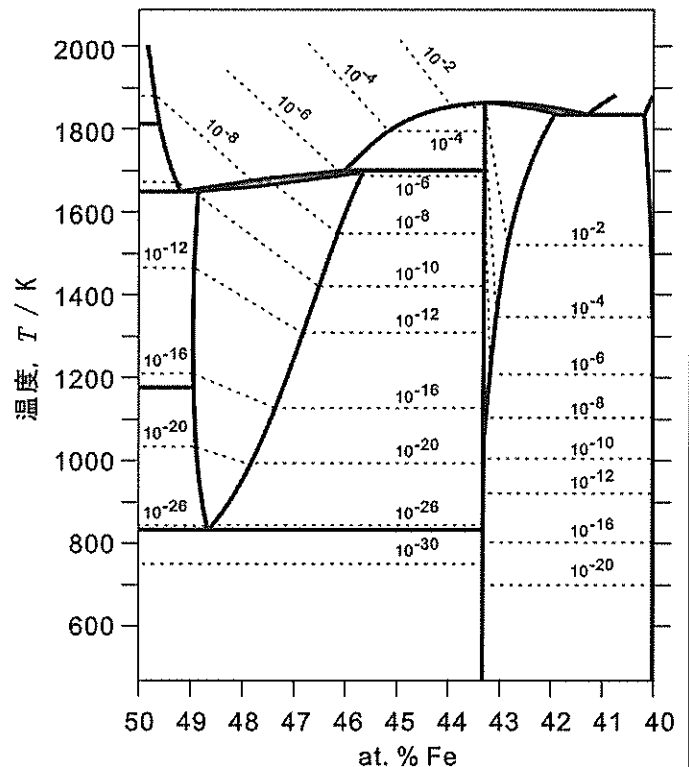

図 2 Fe-O 系の部分状態図. 等酸素分圧線が atm の単位でプロットされている.
(3) 図 1(c)のように, 電気炉 A の前段に温度 1000 K に保った別の電気炉 B を設置し, 電気炉 B に  $\text{Fe}_3\text{O}_4$  と  $\text{Fe}_2\text{O}_3$  の混合物を設置した. 電気炉 A には何も入っておらず温度は室温である. また, ポンペを純 Ar ガスに交換し, 電気炉内の全圧が 1 atm となるように調整してガスを流通させた. 図 2 に示す等酸素分圧図を参考に電気炉 A 内のおおよその酸素分圧を答えよ.
(4) 設問(3)で考えたように  $\text{Fe}_3\text{O}_4$  と  $\text{Fe}_2\text{O}_3$  の混合物を設置した電気炉 B の温度を 1000 K に保ったまま, 電気炉 A に少量の純 Fe を設置し, 電気炉 A を 1500 K に昇温した. この純 Fe はどのように変化するか答えよ.
(5) 圧力 1 atm の完全気体の酸素と純粋な  $\alpha$  Fe を標準状態とする 1 モルの  $\text{Fe}_2\text{O}_3$  の標準生成ギブズエネルギーが 0 ~ 950 K において以下の一次関数形で与えられる. 同じ標準状態の 700 K における 1 モルの  $\text{Fe}_3\text{O}_4$  の標準生成ギブズエネルギーを図 2 から求めよ. ただし,  $\text{Fe}_2\text{O}_3$  および  $\text{Fe}_3\text{O}_4$  の標準状態はこの温度での安定な状態とし, 非化学量論性は無視してよい.